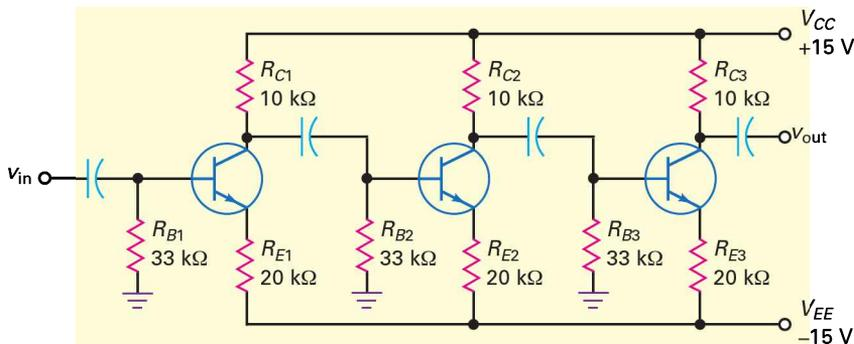

Figure 7.21
Un **étage** comprend un transistor et les composants passifs connectés avec lui. La figure 7.21 illustre un montage à trois étages utilisant deux sources d'alimentation. Quelles sont les tensions collecteur-masse de chaque étage ?
7.10 Avez-vous compris ? Changer les valeurs de la tension d'alimentation de la figure 7.21, en -12 V et $+12 \text{ V}$. Calculer alors V_{CE} pour chaque transistor.